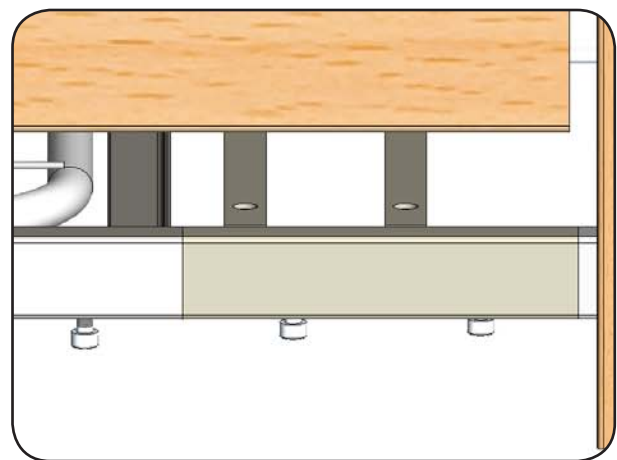

Abb. 6.6.08 – Bettverlängerung am Fußende des Liegeflächenrahmens montiert
13. Heben Sie das Stellteil und die Liegefläche mit der montierten Bettverlängerung an und führen Sie die beiden Teile zusammen (Abbildung 6.6.08).